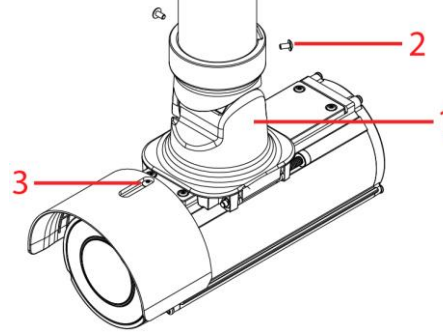

Abbildung 11
- F. Geben Sie die Halterungsarmplatte und die Kamera in den Montageadapter der Abhängevorrichtung (1) (Abbildung 11) und bringen Sie mit einem T10-Sicherheitstorschlüssel die beiden M3x0,5P-Schrauben (L = 6 mm) an.
**Anmerkung:** Wenn die Kamera umgekehrt an die Abhängevorrichtung eines NTP-Rohres (1 ½ Zoll) angebracht ist, müssen Sie die Sonnenblende entfernen, indem Sie die M3x0,5P-Schraube (L = 8mm) mit einem T10-Sicherheitstorschlüssel (3) (Abbildung 11) abschrauben und die Sonnenblende mit der Schraube so anbringen, wie sie in Abbildung 11 gezeigt wird.